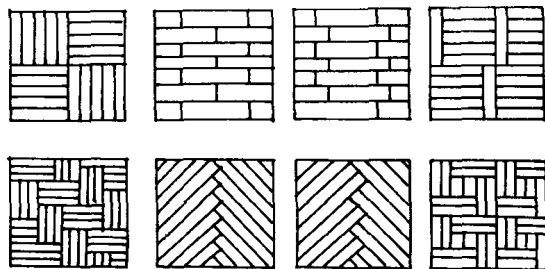

图 1-9 木地板拼花形式
B. 铺钉拼花地板。拼花地板常用方格式、席纹式、人字纹式和阶梯式等。见图 1-9。